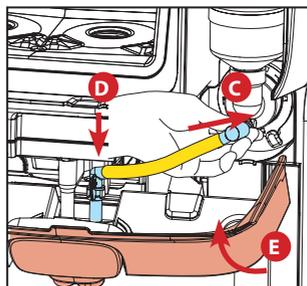

图 5
5. 将管装回搅拌罐上 (C)，并将出口嘴卡至搅拌盘上。合上面板 (E)，咖啡机将自动恢复正常出品功能。（见图 5）